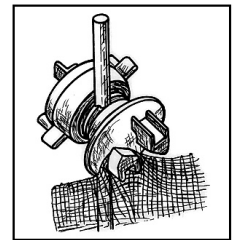

Bild 6
3. Nach dem Setzen der Stäbe wird die Gewebefolie in die schwarzen Befestigungen (in die so genannten Knopflöcher) eingedrückt bzw. eingeknüpft (siehe hierzu Bild 6).